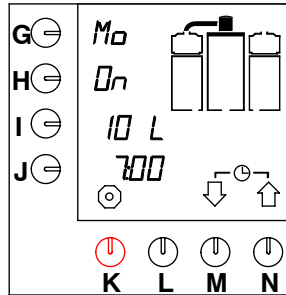

Fig. 13 Timer della modalità di attesa
- Sullo schermo inizia a lampeggiare l'orologio e la macchina preparerà il caffè all'orario impostato. Sullo schermo viene visualizzata la modalità di attesa (fig. 13).